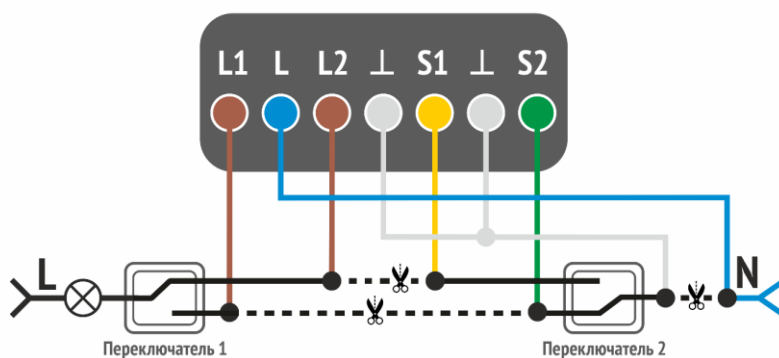

Рисунок 7.3 — Схема подключения модуля для управления линией освещения с проходными переключателями
4. Подключите провода входной фазы к коричневым выводам модуля (L1 и L2), а провод нулевой линии подключите к синему выводу модуля (L).
6. Подключите желтый (S1) и зеленый (S2) выводы модуля к отключенному переключателю вместо проводов входной фазы в соответствии со схемой (см. рисунок 7.3).